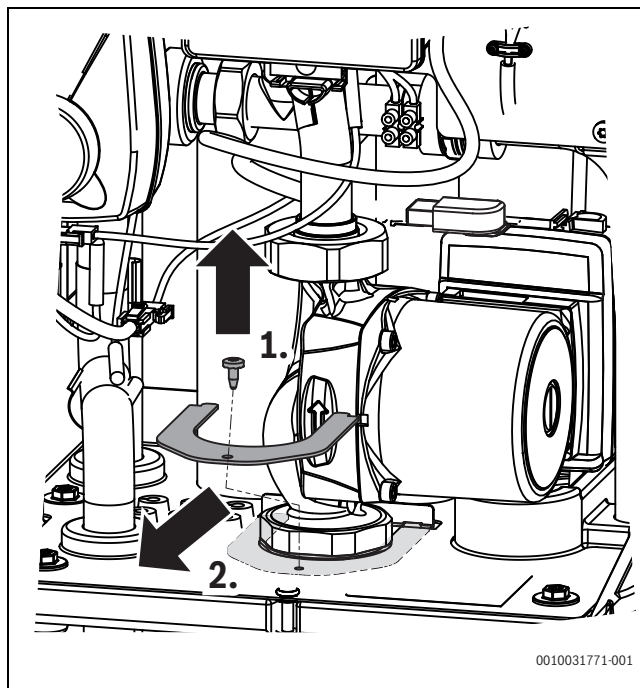

Fig. 39 Rimozione della lamiera di sicurezza
- ▶ Rimuovere la vite di sicurezza ed estrarre da davanti la lamiera di sicurezza (→ fig. 39).